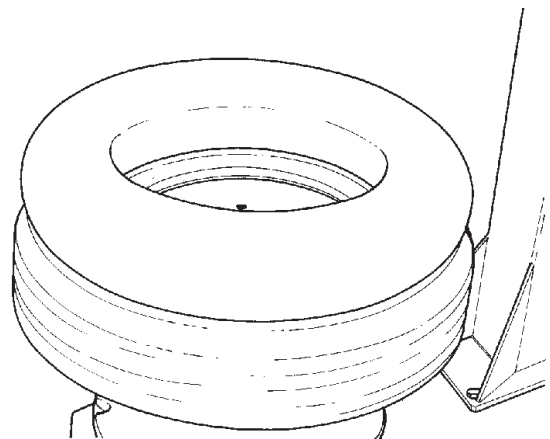

Fig. 5.1-1
B. Confirme que el tubo tiene el tamaño correcto para el neumático que se quiere montar. (Fig. 5.1-1).